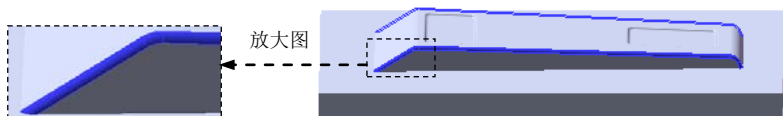

图 12.2.29 圆角 8
Step16. 创建图 12.2.29 所示的圆角 8。
(1) 选择命令。选择下拉菜单 **插入(I)** → **特征(F)** →  **圆角(U)...** 命令 (或单击  按钮), 系统弹出“圆角”对话框。